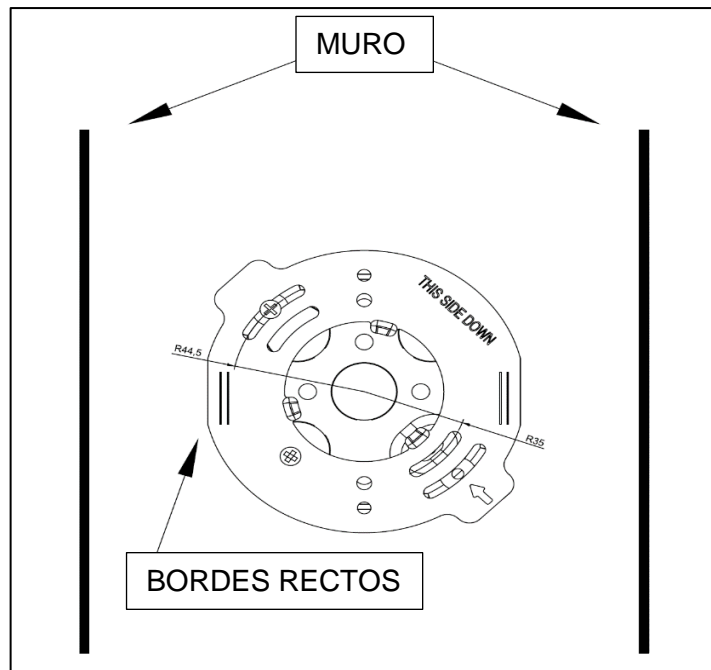

Figura 4
- Utilice los tornillos #8 proporcionados para asegurar el soporte de montaje al ras del techo fijándolos a la caja de conexiones. Hay dos ranuras para orificios de montaje con diámetros de **2.75 pulgadas** y **3.5 pulgadas** para adaptarse a diferentes tamaños de cajas J. Asegúrese de que el lado del soporte de montaje con el texto "**ESTE LADO ABAJO**" mire hacia el piso. Si instala una luminaria **Square Saturn**, utilice los bordes rectos del soporte de montaje para alinearlos. Para alinear un accesorio cuadrado paralelo a una pared en particular, asegúrese de que el borde recto del soporte quede paralelo a la pared, como se muestra en la *Figura 4*.